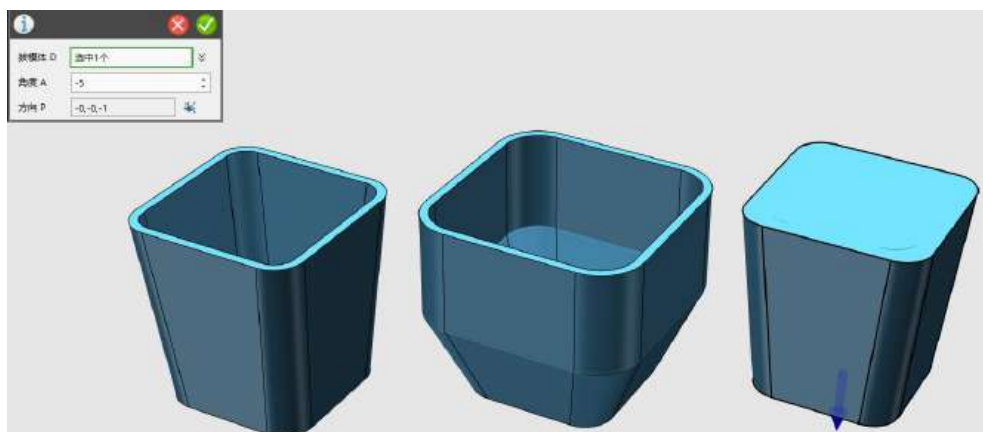

图 1-9
Step 9 选择拔模命令，拔模体 D 选择最后一个杯子的底面（与网格面重合的面），角度设为-5，如下图 1-9 所示：